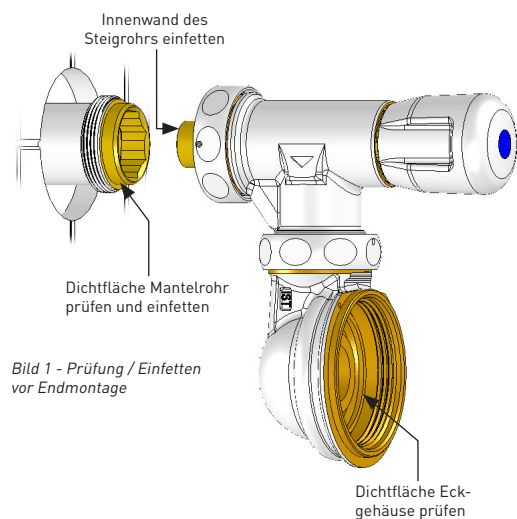

Bild 1 - Prüfung / Einfetten vor Endmontage
• **ACHTUNG!** Vor der Endmontage (Bild 1)